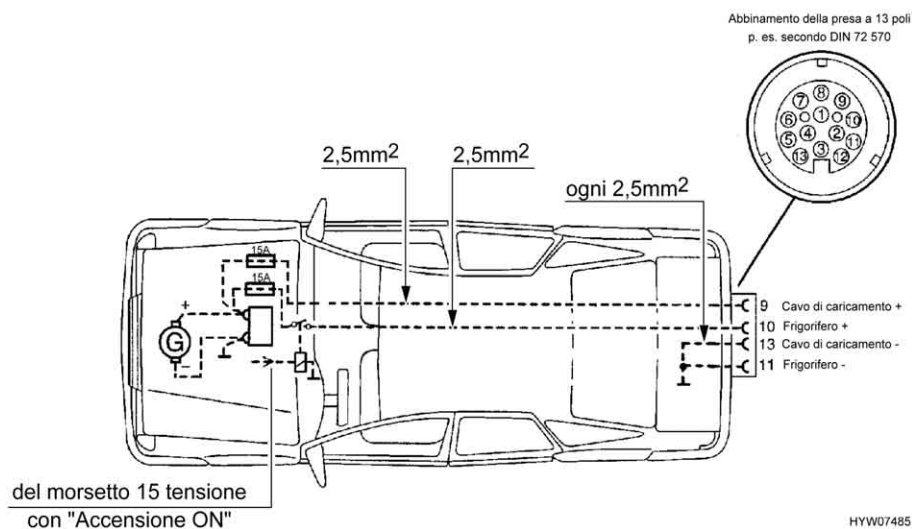

Fig. 71 Installazione per veicolo trainante (pacchetto autarchico)
- ▷ Attrezzare la motrice con le sezioni di cavo relative e con un relais per l'alimentazione elettrica (comandata tramite accensione) (vedi Fig. 71).